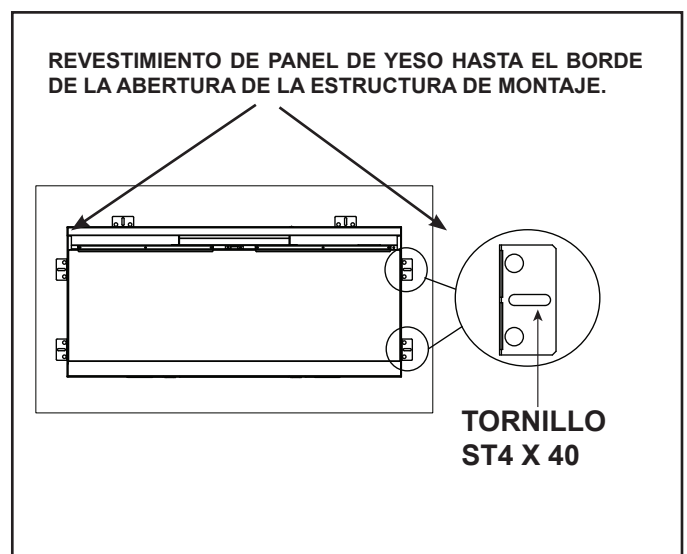

Figura 4.3 Fijación del dispositivo a la estructura de montaje
3. Instale el dispositivo en la abertura. Consulte la Figura 4.3. Asegúrese de que el peso del dispositivo quede apoyado sobre el elemento inferior de la estructura de montaje. Si es necesario, coloque calzas debajo del dispositivo para nivelarlo.
4. Centre el dispositivo de izquierda a derecha dentro de la abertura y fíjelo a la pared terminada asegurando uno (1) de los seis (6) tornillos ST4x40 suministrados a través de cada pestaña de fijación plegable, fijando el dispositivo a un elemento de la estructura de montaje. (Figura 4.3)